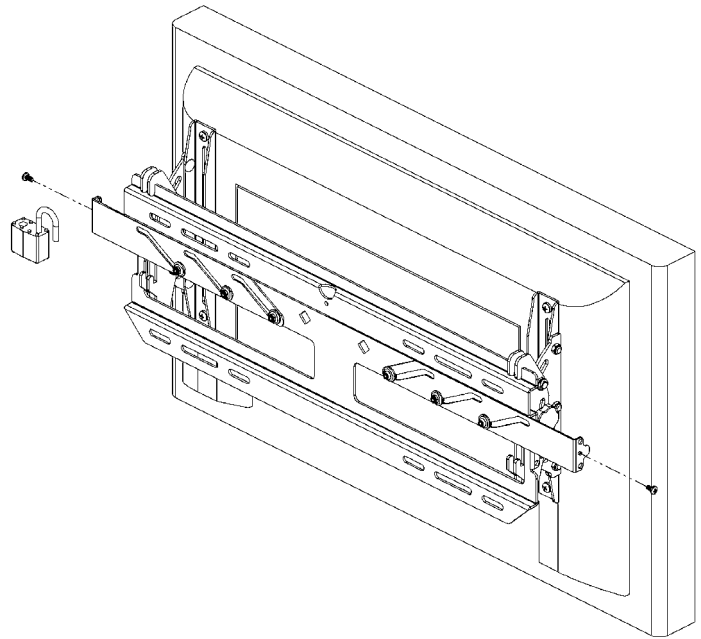

Abbildung 10. Sicherheits-Befestigungsteile entfernen
1. Auf Wunsch die selbstschneidenden Schrauben (70) und/oder Vorhängeschlösser von beiden Seiten der Wandplatte entfernen. Diese Befestigungsteile sind zur Sicherheit vorgesehen (siehe Abbildung 10).
2. Die Sicherheitsverriegelungen an beiden Seiten hinaus schieben, damit das Display von der Wandplatte gelöst wird (siehe Abbildung 10).